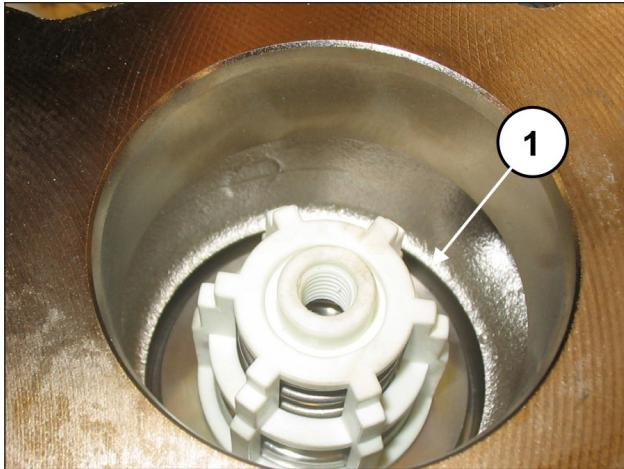

Рис. 108
Клапанный узел должен быть вставлен до упора и выглядеть, как на поз. ①, Рис. 108.